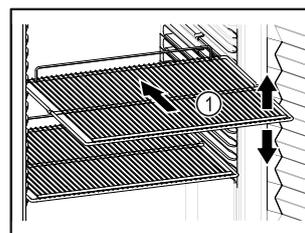

Fig. 82 Приблизне відображення
- ❑ Якщо решітки для зберігання *Fig. 82 (1)* знімні, відрегулювати по висоті.